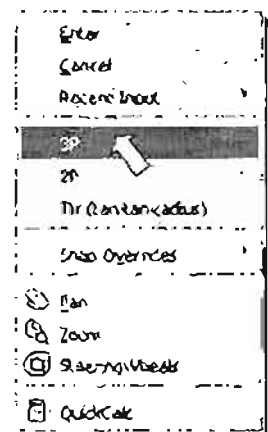
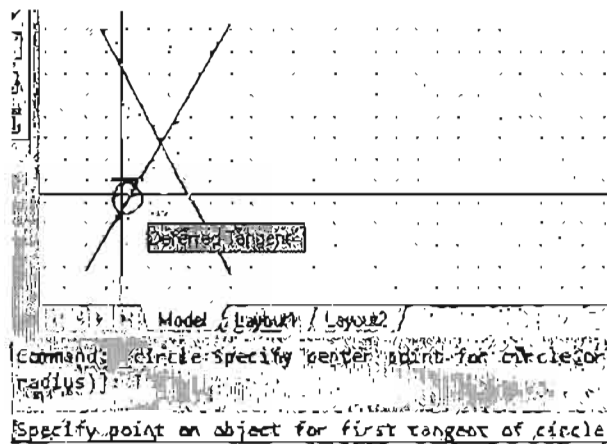

Рис. 3.22. Контекстное меню для выбора варианта вычерчивания окружности
Рис. 3.31. Маркер привязки Tangent (Касательная)
Щелкнув на кнопке  панели инструментов Draw (Рисование), активизируйте команду CIRCLE (ОКРУЖНОСТЬ). В командной строке появится запрос о введении координат центра окружности (см. рис. 3.7) или опций (вариантов) выполнения команды. Не указывая центр окружности, щелчком правой клавиши мыши вызовите контекстное меню (рис. 3.22). В контекстном меню выберите вариант 3P (вычерчивание окружности по трем точкам). В командной строке появится запрос о введении первой точки окружности (рис. 3.23).
Постройте окружность, проходящую через заданные точки. Активизируйте команду CIRCLE (ОКРУЖНОСТЬ), щелкнув на кнопке  панели инструментов Draw (Рисование). В командной строке появится запрос о введении координат центра окружности (см. рис. 3.7). Не указывая центр окружности, щелчком правой клавиши мыши вызовите контекстное меню (см. рис. 3.22). В контекстном меню выберите вариант вычерчивания окружности по трем точкам 3P.
Чтобы начертить окружность, касательную к отрезкам, начерченным ранее, воспользуйтесь командой CIRCLE с опцией Ttr (Tan Tan Radius) (Касательная, касательная, радиус) из контекстного меню (см. рис. 3.22).
4. Укажите курсором произвольную точку на первом отрезке (рис. 3.31). В командной строке появится запрос на указание точки на втором объекте, к которому будет построена касательная окружность.
Выполнив предварительные построения, перейдите к выполнению задания. Повторите команду **CIRCLE** (ОКРУЖНОСТЬ), щелкнув правой клавишей мыши на свободном поле чертежа. Вызовите контекстное меню (см. рис. 3.22), еще раз щелкнув правой клавишей мыши. В контекстном меню выберите опцию **Ttr** (Tap Tan Radius). В командной строке появится запрос на указание точки на первом объекте, к которому будет построена касательная окружность. Автоматически включается объектная привязка **Tangent** (Касательная). Укажите курсором произвольную точку на отрезке (см. рис. 3.31). В командной строке появится запрос на указание точки на втором объекте, к которому будет построена касательная окружность. Укажите курсором произвольную точку на окружности. В командной строке появится запрос на введение значения радиуса окружности. Введите значение радиуса окружности, например, 7,72 и нажмите правую клавишу мыши, или **<Enter>**. Окружность построена. Таким же образом вычертите оставшиеся окружности (см. рис. 3.3). Аналогично строятся окружности, касательные к двум заданным (см. рис. 3.3 справа).